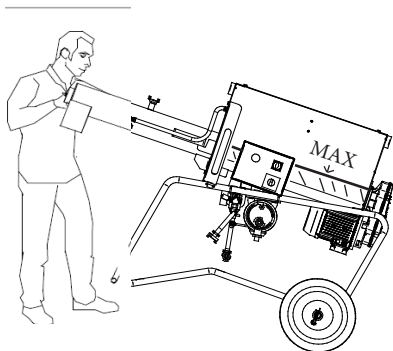
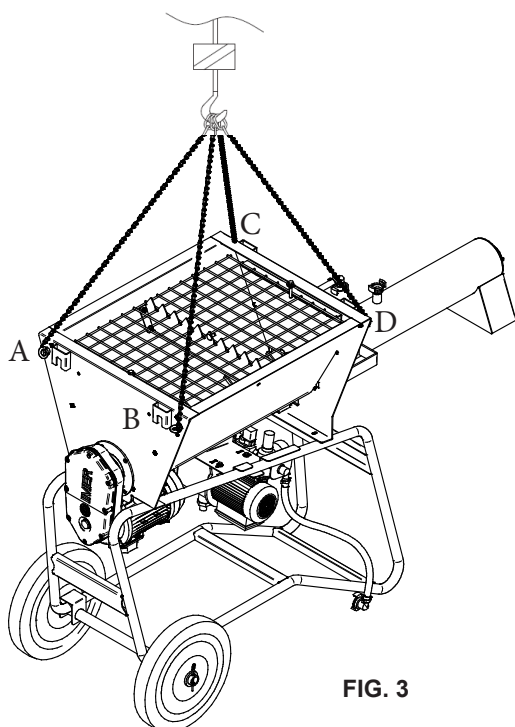

FIG. 2
FIG. 3
### 8. TRANSPORTIERBARKEIT (siehe Abb. 2 und Abb. 3)
**Den Mixer an den Transportgriffen anheben und in die gewünschte Richtung schieben (Abb. 2).**
**- ACHTUNG! Die Maschine darf ausschließlich anhand der in Abb. 3 gezeigten Hubpunkte angehoben werden.**
Die Maschine anhand der hierfür vorgesehenen vier Ringe transportieren (Abb. 3).